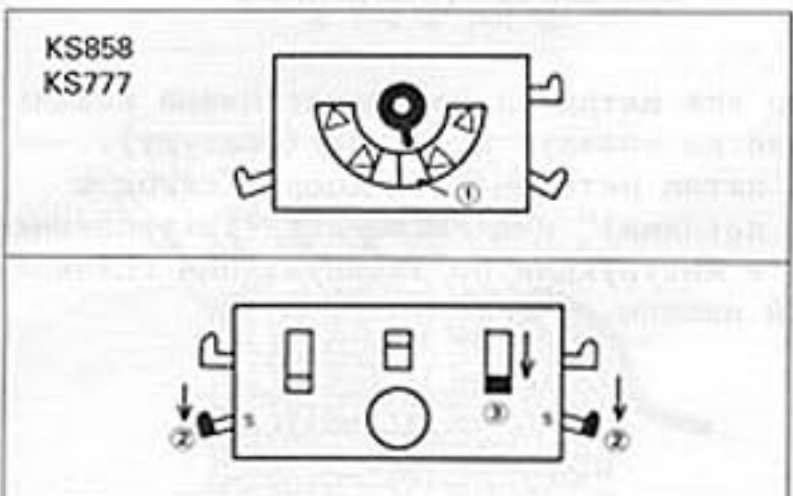

Рис. 8
9. Повторно установить каретки. (Рис. 8)